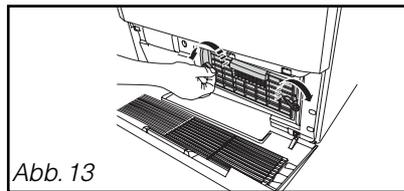

Abb. 13
- Entriegeln Sie den Kondensator (Abb.13).